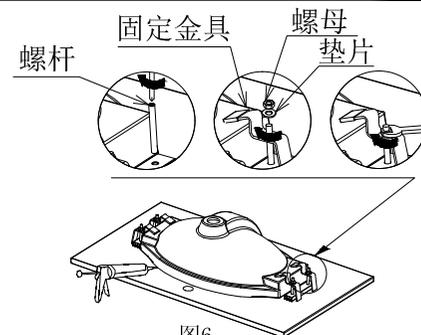

图6
③如图6，沿洗面器外沿一周均匀涂抹硅胶。
④如图6，用螺丝刀将螺杆拧入螺母，放入固定金具及垫片，用螺母固定，用扳手拧紧。
⑤静置至硅胶固化（一般60分钟即可，视环境湿度而定，以实际干燥为准）。